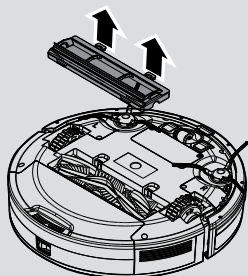

Fig. 11
2. Premere le clips della piastra di supporto e rimuovere il coperchio del rullo. [Fig. 11]